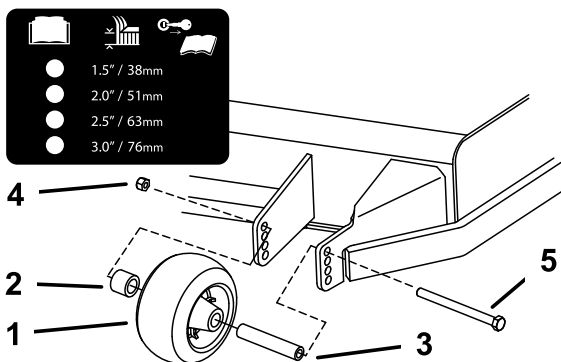

Figura 36
3. Reglai rolele anti-scalp conform indicațiilor din Figura 36.